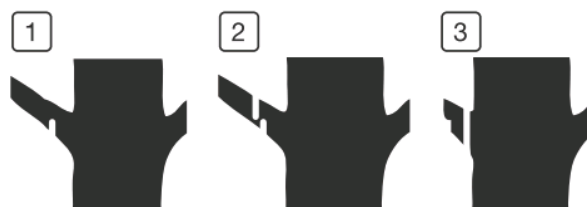

Рис.9
9. Обрезку веток диаметром более 10 см. следует делать в три приема (Рис.9).
1. Подрежьте ветку на $\frac{1}{4}$ ее диаметра, снизу возле ствола (1) Рис.9.
2. Отпилите ветку сверху, немного отступив от ствола (2) Рис.9
3. Отпилите оставшуюся ступеньку (3) Рис.9